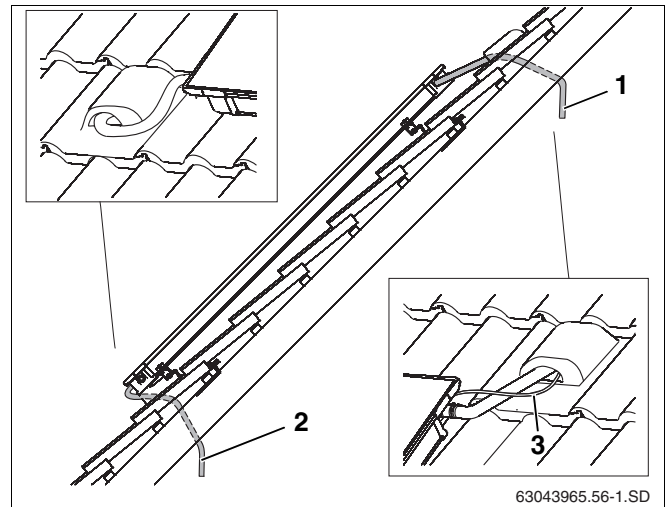

Fig. 52 Introducir las tuberías de conexión por debajo del tejado
- ▶ Introduzca el tubo solar junto con el cable de la sonda a través de la teja de ventilación (fig. 52, pos. 1) y del aislamiento del tejado.